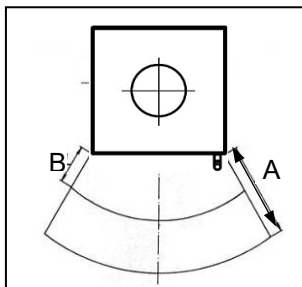

Bild 2
Im Sichtbereich (Strahlungsbereich) des Feuers muss zu brennbaren Bauteilen, Möbel oder auch z.B. zu Dekostoffen ein Abstand nach **vorne** von mindestens **1500 mm** (A), gemessen ab Vorderkante Feuerraumöffnung eingehalten werden. Der Sicherheitsabstand reduziert sich auf **750 mm** (B), wenn ein belüfteter Strahlungsschutz vor das zu schützende Bauteil montiert wird (Bild 2).